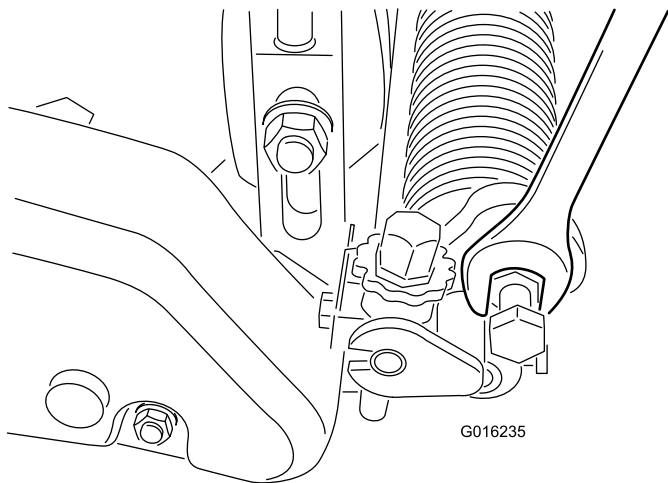

Bild 24
B. Drehen Sie die Arme nach oben oder unten in die A- oder B-Position (**Bild 24**).